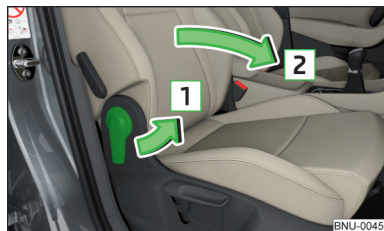

Fig. 82
- Para **abatir hacia delante**, tirar la palanca en el sentido de la flecha  y abatir hacia delante el respaldo del asiento en el sentido de la flecha  » fig. 82. El enclavamiento debe encajar de forma audible.